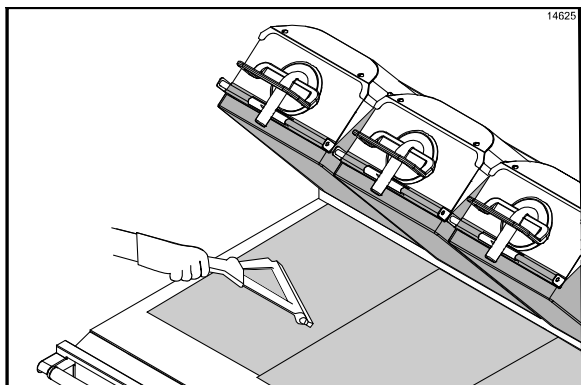

Figura 31
1. Passe o rodo sobre as folhas antiaderentes, do centro para as laterais, cuidando para não dobrar ou enrugar. (Veja a Figura 31.)